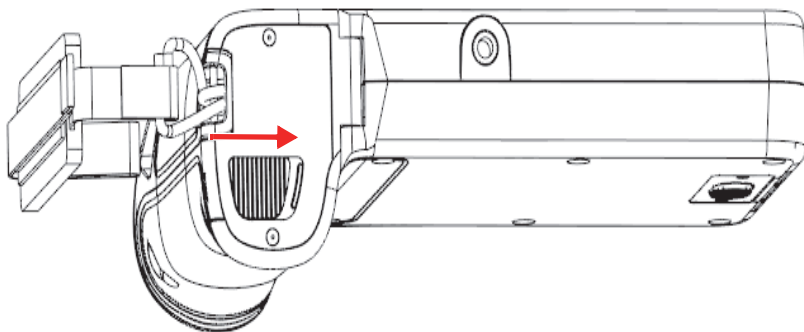

图 4-1 电池舱盖上的闩锁按钮
1. 将电池舱盖朝上，放置 EPOCH 6LT 仪器，如第 43 页的图 4-1 所示。